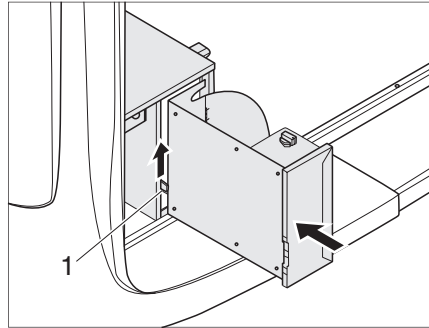

Fig. 79 Meter la extracción de la cocina de gas
- ▶ Mover hacia arriba el bloqueo (Fig. 79,1) y meter la extracción de la cocina de gas hasta que el bloqueo encaje.